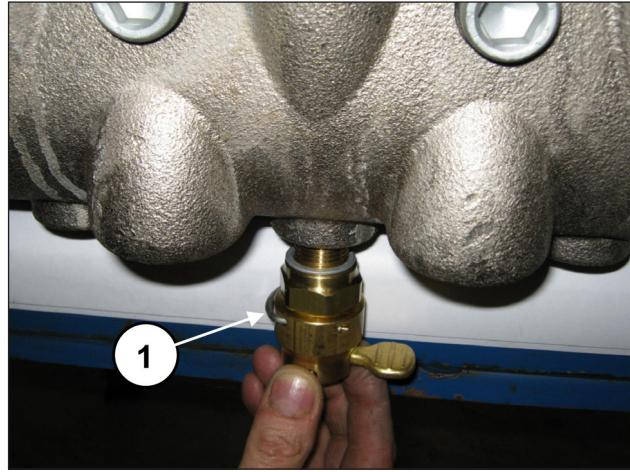
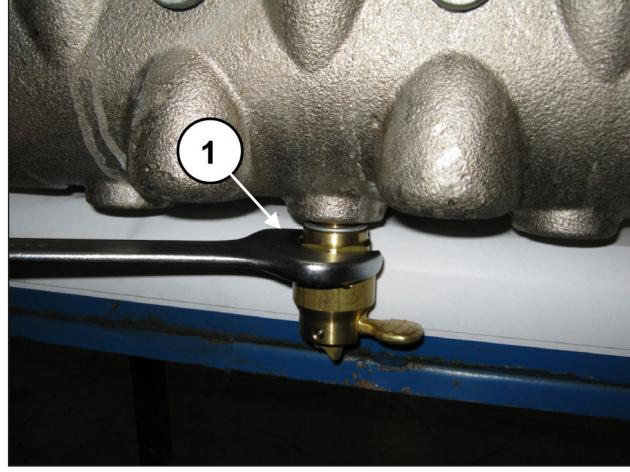

Рис. 133
Рис. 134
Установите устройства открывания клапанов (поз. ①, Рис. 133) и прикрутите их с помощью ключа на 30 мм (поз. ①, Рис. 134).